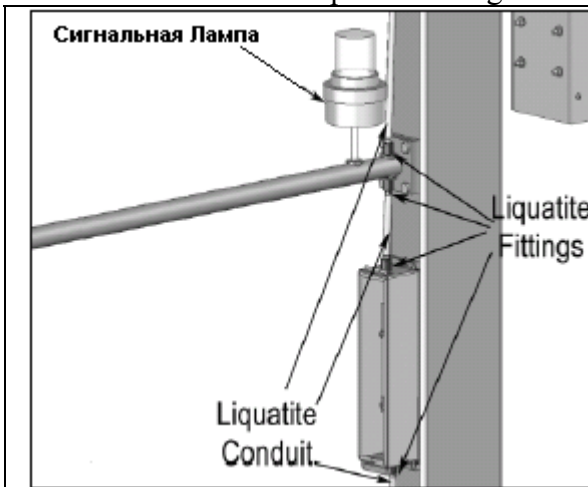

Рис.17.2
1. Установить все Liquefit Fittings and Liquefit Conduit как показано ниже на Рис. 17.2 – 17.5 .